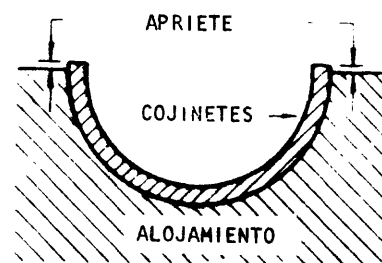

Fig. 3
- a Instale los cojinetes de bancada y controle el margen de apriete (fig. 3).